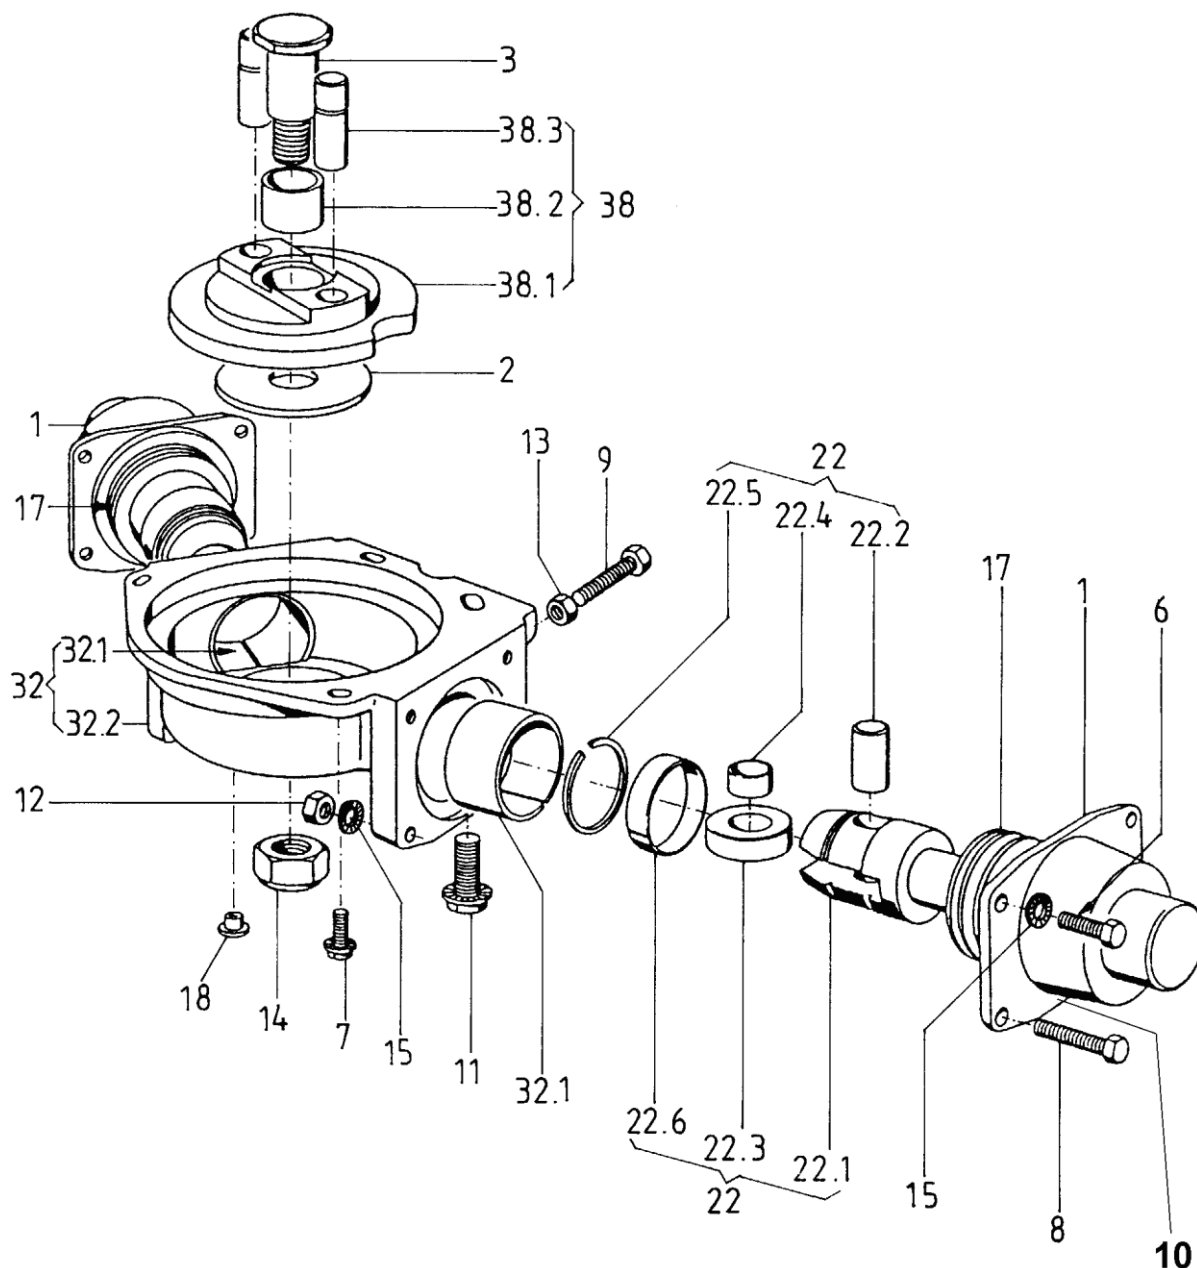

Figura D-10. Dispositivo de centrado
- Desatornillar los cuatro tornillos (7, 11, Figura D-10).
- Quitar el alojamiento del dispositivo de centrado (32) del caballete de soporte.
- Desatornillar los tornillos (8) para separar los dos cilindros (1) del alojamiento (32.2).
- Quitar los resortes de disco (17) del émbolo (22.1).
- Sacar el émbolo (22).
- Desatornillar la tuerca (14) reteniendo la cabeza del perno (3) mediante una llave de boca.
- Quitar el disco de levas (38.1) y la arandela de deslizamiento (2) del alojamiento (32.2).
- Sacar el perno (3) y los pasadores cilíndricos (38.3).
- Premontar el disco de levas (38, Figura D-10):